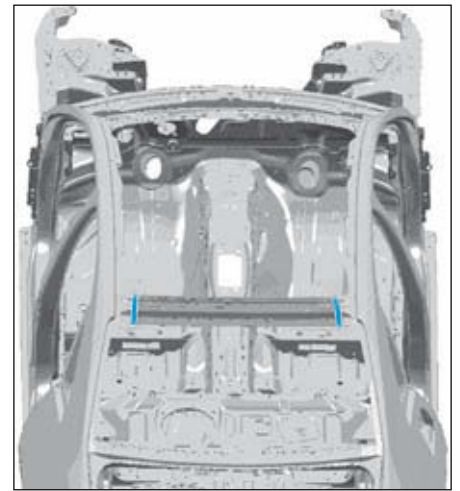

FIG.100
- Détacher l'assemblage d'origine (Fig.100).